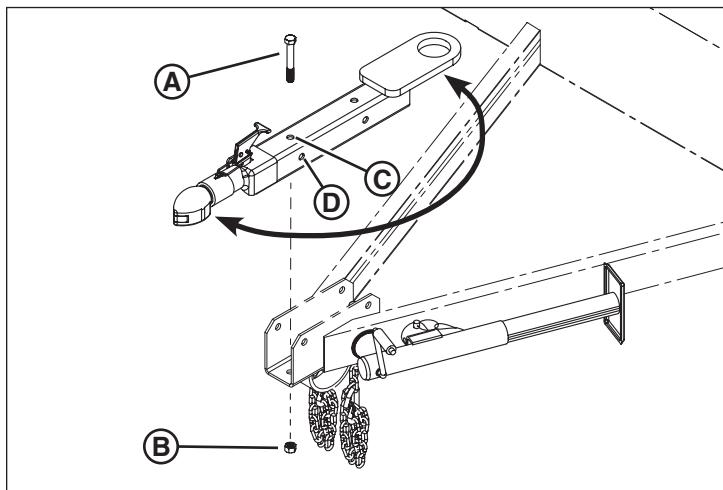

Figure 10
- Retirer les deux vis à tête hexagonale (A. Figure 10) et les écrous de blocage (B) fixant la partie tubulaire de l'œil de lunette à la flèche. Jeter les écrous de blocage. Ne pas enlever les deux vis à tête hexagonale et les écrous de blocage qui retiennent l'attelage de remorque à l'œil de lunette.
4. Insérer les deux vis à tête hexagonale retirées à l'étape 1 dans les trous correspondants de la flèche et dans les trous de la partie tubulaire de l'œil de lunette (C, D, Figure 10).